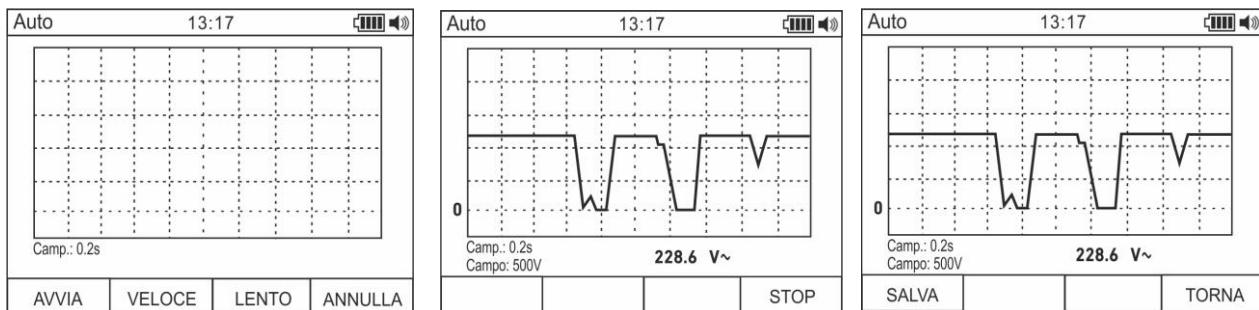

Fig. 8: Creazione e salvataggio grafico di una misura
- Premere il tasto **F1** per entrare nella sezione di creazione del grafico della grandezza in esame (vedere Fig. 8 – parte sinistra)
- Premere il tasto **F1** per avviare la costruzione del grafico. Il campo di misura (automaticamente inserito dallo strumento) e il valore in tempo reale sono mostrati dallo strumento (vedere Fig. 8 – parte centrale)
- Premere il tasto **F1** per salvare il grafico nella memoria dello strumento oppure il tasto **F4** per iniziare un nuovo grafico (vedere Fig. 8 – parte destra)